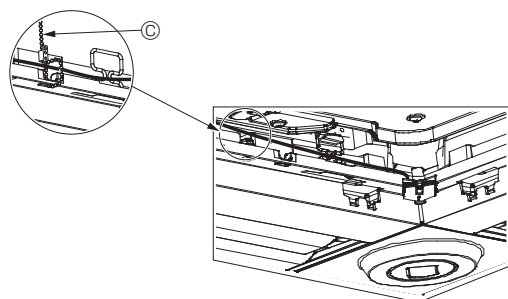

Fig. 10-12
- Fest i-See-sensoren og signalmottakerledningene til panelet med festene som vist på bildet, slik at det ikke er slakk i ledningene, og deretter klipp av den overflødig enden av festet. (Fig. 10-12)
- Hvis posisjonen til i-See-sensoren ble endret fra "○" (E) til "□" (F)-posisjonen, endre funksjonsinnstillingene. (Se side 254.)